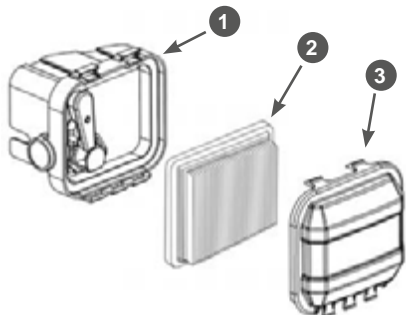

Рис. 20. Обслуживание воздушного фильтра
1. Нажмите на фиксаторы и снимите крышку воздушного фильтра 3 (Рис. 20).
2. Извлеките из корпуса 1 фильтрующий элемент 2 (Рис. 20).
4. Произведите очистку крышки 3 воздушного фильтра и корпуса 1, не допуская попадания пыли и грязи в карбюратор (Рис. 20).